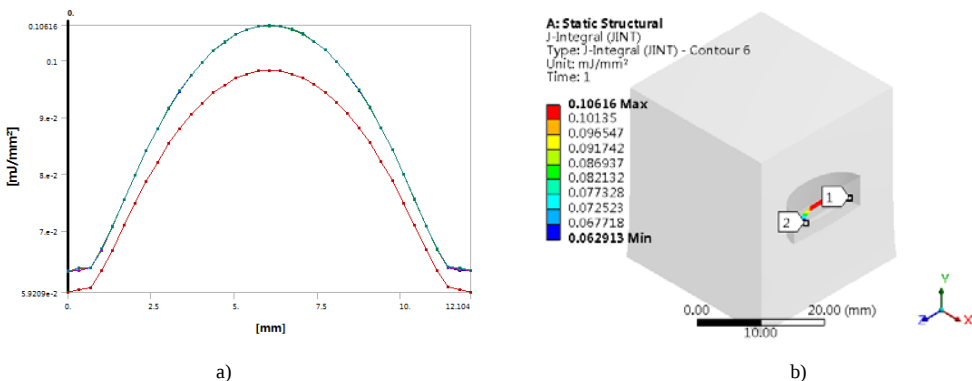

图 19-21 J-Integral (JINT) 结果
13) 右击“Insert”→“J-Integral (JINT)”对象，在弹出的快捷菜单中选择“Evaluate All Results”，此时进行求解，求解后得到的 J-Integral (JINT) 结果如图 19-21 所示。